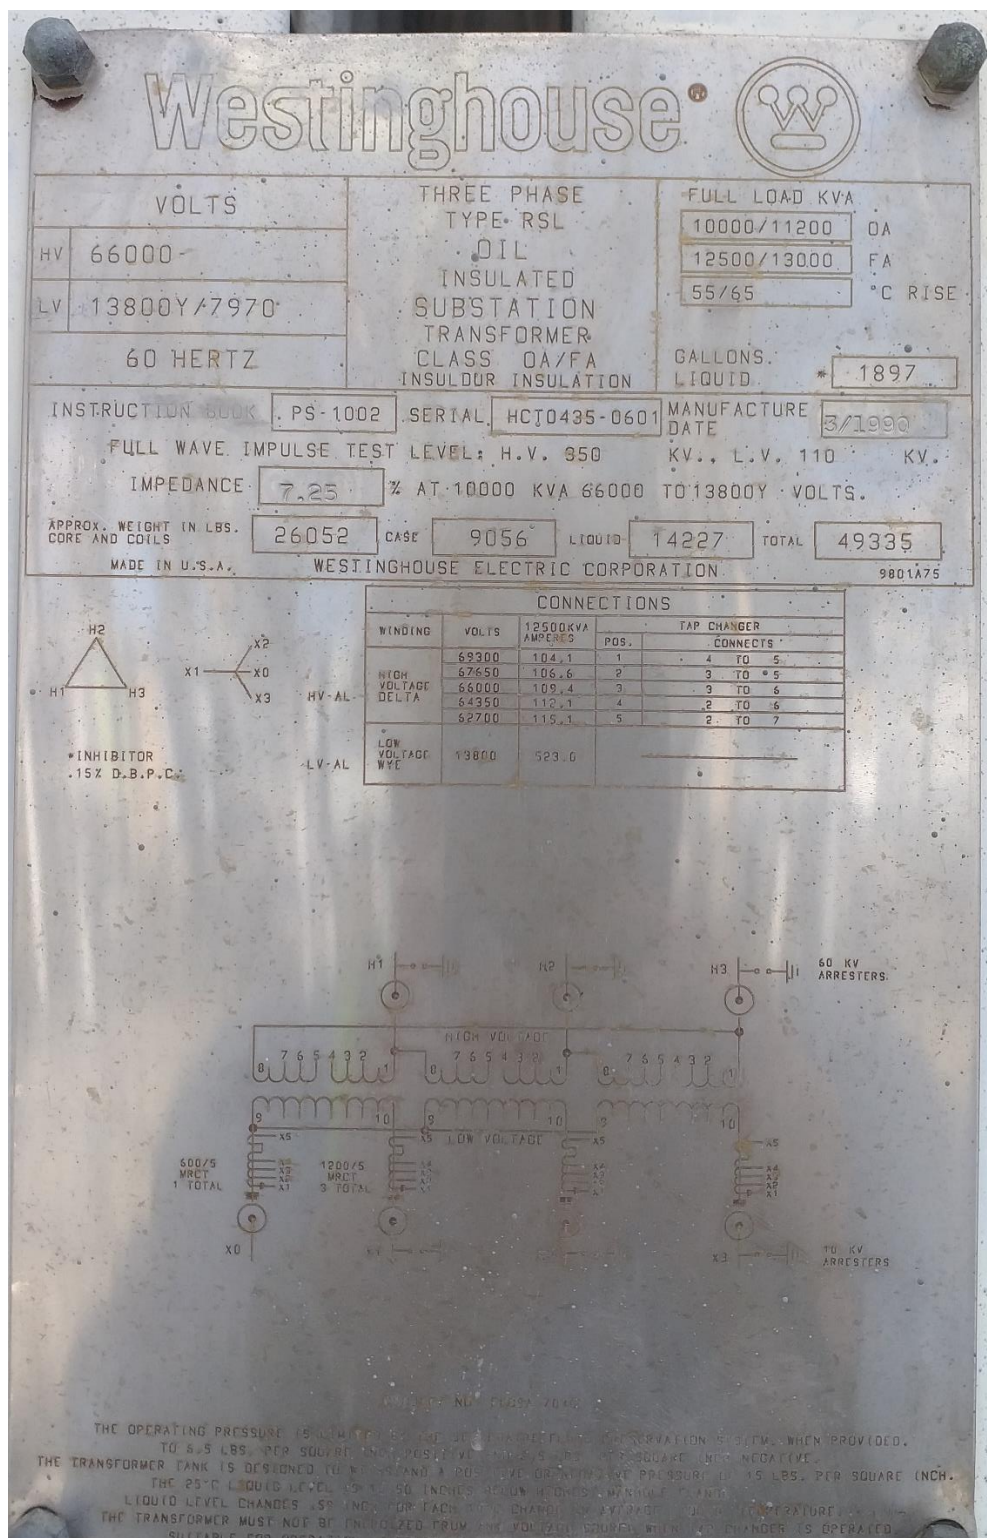

Figura 2. Placa de características del Transformador 2 Hincapié 66/13,8 kV 13 MVA
- 2) Información suministrada por TRELEC en la placa de características del transformador Figura 2.
- 3) Información tomada de la placa de características del transformador, ver Figura 2